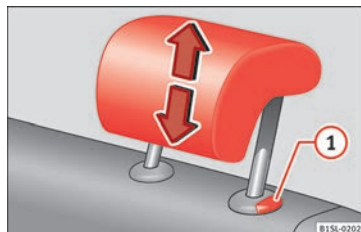

Fig. 119 Desmontar el apoyacabezas trasero.
- Extraiga el apoyacabezas por completo manteniendo pulsada la tecla » » » fig. 119 ①.